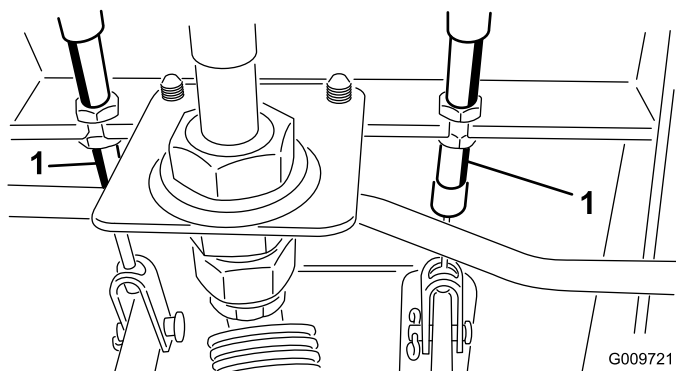

Figure 77
- A. Desserrez l'écrou avant sur l'extrémité filetée du câble de frein (Figure 77).